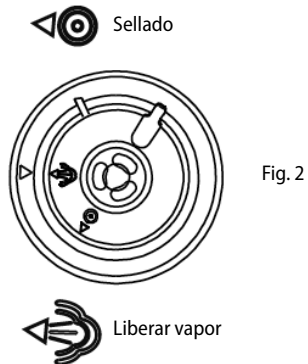

Fig. 2
- Prepárese la tapa a presión (3), Fig. 2.
- Tire del saliente metálico situado en la parte inferior de la tapa para retirar la cubierta protectora en la que se encuentra la junta (6). La junta (6) se puede retirar y limpiar. Asegúrese de que la junta (6) no esté dañada o rota. En caso de daños, debe reemplazarse. Asegúrese de que la válvula de flotador (5) esté limpia y pueda moverse libremente.
- Sujete la tapa de presión (3), gire la manilla en el sentido horario y levante la tapa verticalmente.
- Retire el recipiente interno (12). El volumen total de los alimentos y del agua no debe superar los 2/3 del volumen del recipiente interior.
- Asegúrese de que la superficie interior del cuerpo del artefacto (13) esté seca y coloque el recipiente interior (12).
- Coloque la tapa de presión (3), gire en sentido antihorario hasta oír un clic que indica que la tapa está en el lugar correcto.
- Tenga en cuenta que la válvula de presión (4) debe poder moverse libremente para que la olla funcione correctamente.